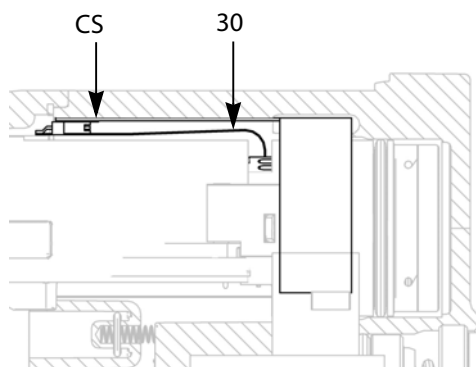

Рис. 28. Подключение гибкой платы
- Вставьте блок питания/блок турбины в рукоятку (10) краскораспылителя. Убедитесь в том, что ленты заземления (EE) контактируют с рукояткой краскораспылителя.
**Только для моделей Smart:** В моделях Smart совместите разъем 6-контактной гибкой платы (30) с гнездом (CS) в верхней части рукоятки краскораспылителя. См. Рис. 28.